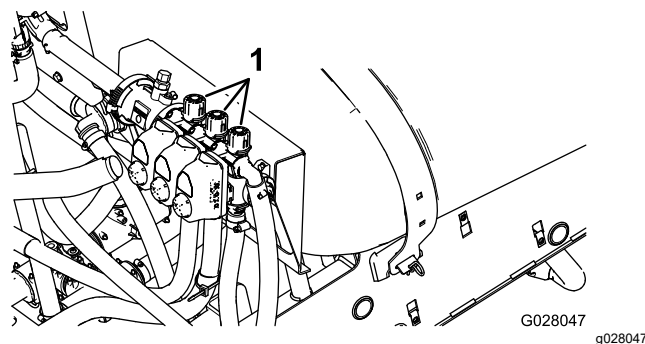

Figura 70
- Treceți comutatorul pentru seciunea din stânga în poziția Oprit i reglai supapa de bypass pentru seciunea din stânga (Figura 70) până când valoarea presiunii ajunge la nivelul reglat anterior (de regulă 2,75 bar).
- Reglai supapa de bypass pentru seciunea din dreapta (Figura 70) până când valoarea presiunii ajunge la nivelul reglat anterior (de regulă, 2,75 bar).
6. Reglai supapa de bypass pentru seciunea din centru (Figura 70) până când valoarea presiunii ajunge la nivelul reglat anterior (de regulă, 2,75 bar).